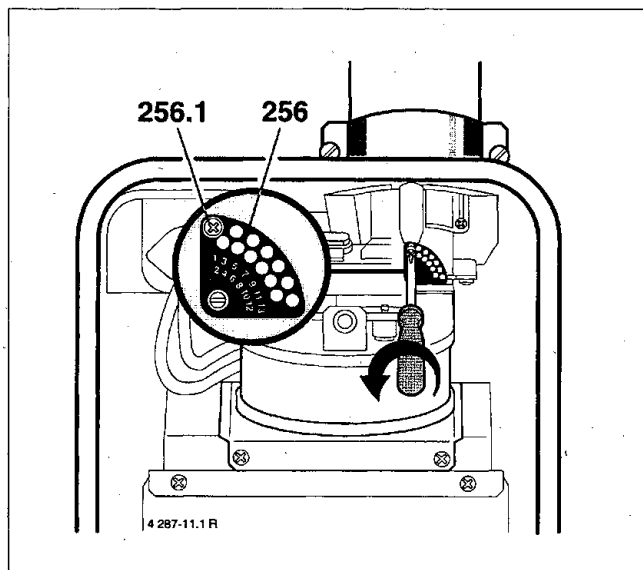

Bild 27
- Drehen Sie die Schraube (256.1) an der Drosselblende (256) heraus (Bild 27).